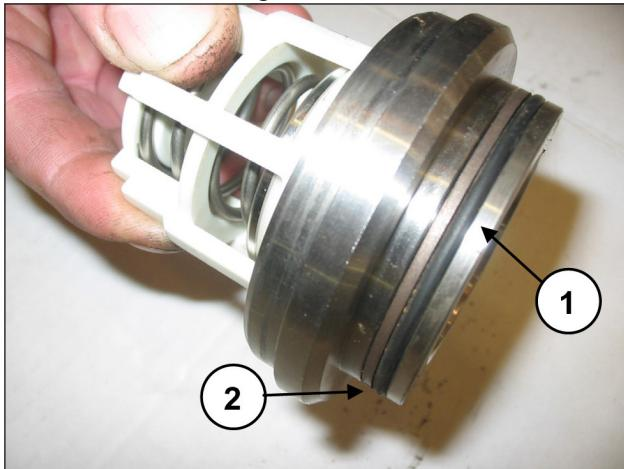

Fig. 119
Monte o O-ring, pos. de explosão nº 6 (pos. ①, Fig. 119) e o anel anti-extrusão, pos. de explosão nº 14 (pos. ②, Fig. 119) na base da válvula de descarga.